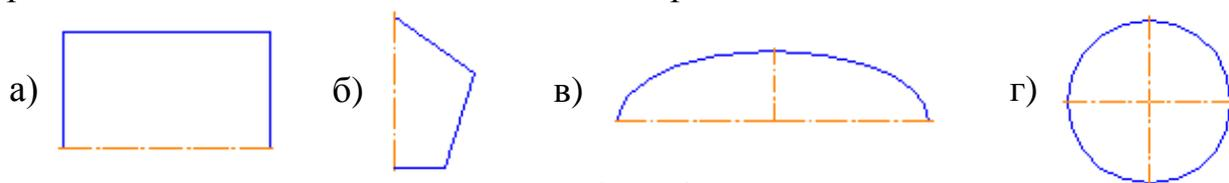

Рис. 3.
6. Какие из геометрических фигур, представленных на рис. 3, нельзя отредактировать в системе КОМПАС-ГРАФИК 9.0 при помощи команды **Симметрия**?